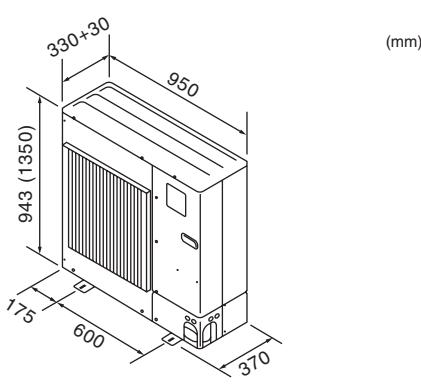

Fig. 2-2
2.3. Εξωτερικές διαστάσεις (Έξωτερική μονάδα) (Fig. 2-2)